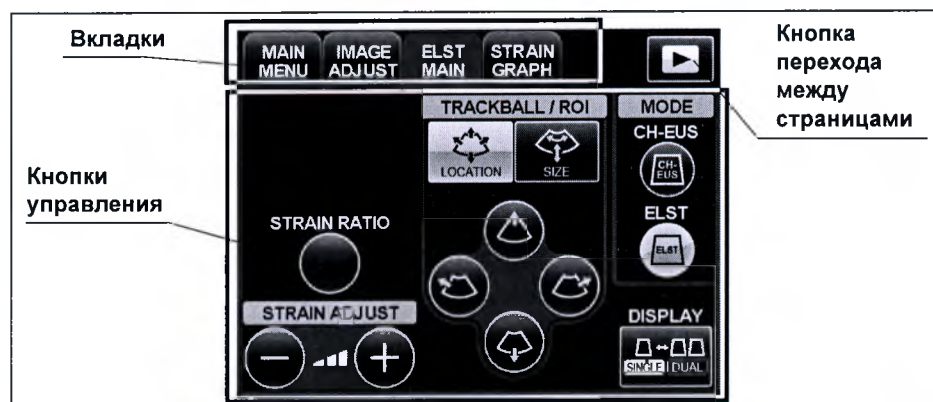
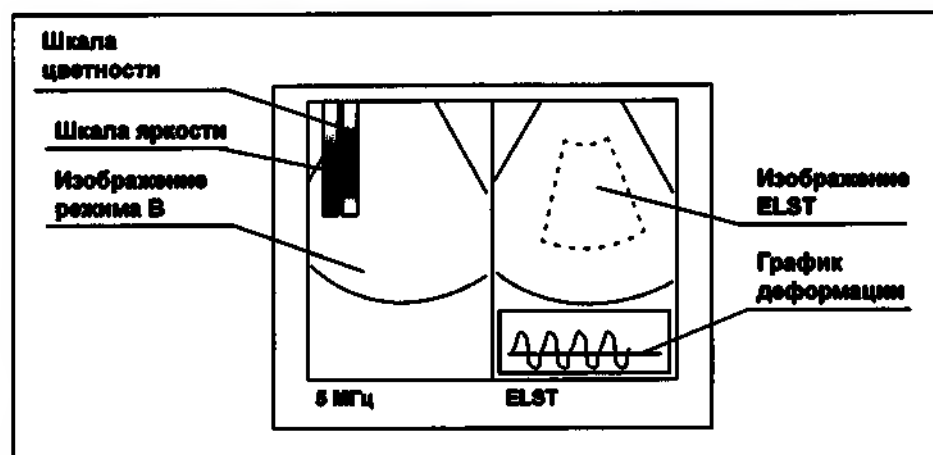

Рисунок 7.217
Рисунок 7.218
- 2 Дисплей сенсорной панели переключится в меню ELST MAIN, показанное на рис. 7.217, и окно исследования примет вид, показанный на рис. 7.218.